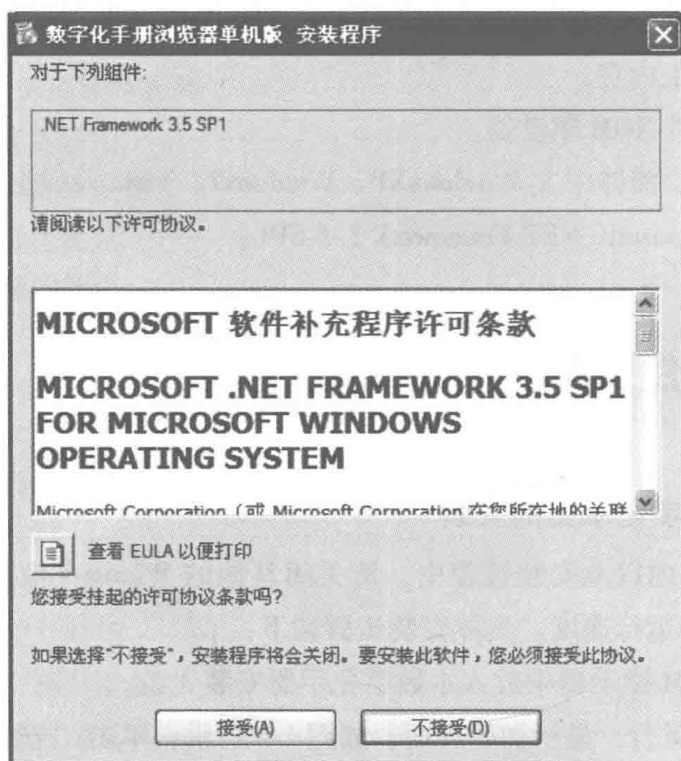

图 1-2 .NET 组件安装
3) 计算机提示是否接受安装 “.NET Framework 3.5 SP1” 组件，如图 1-2 所示。